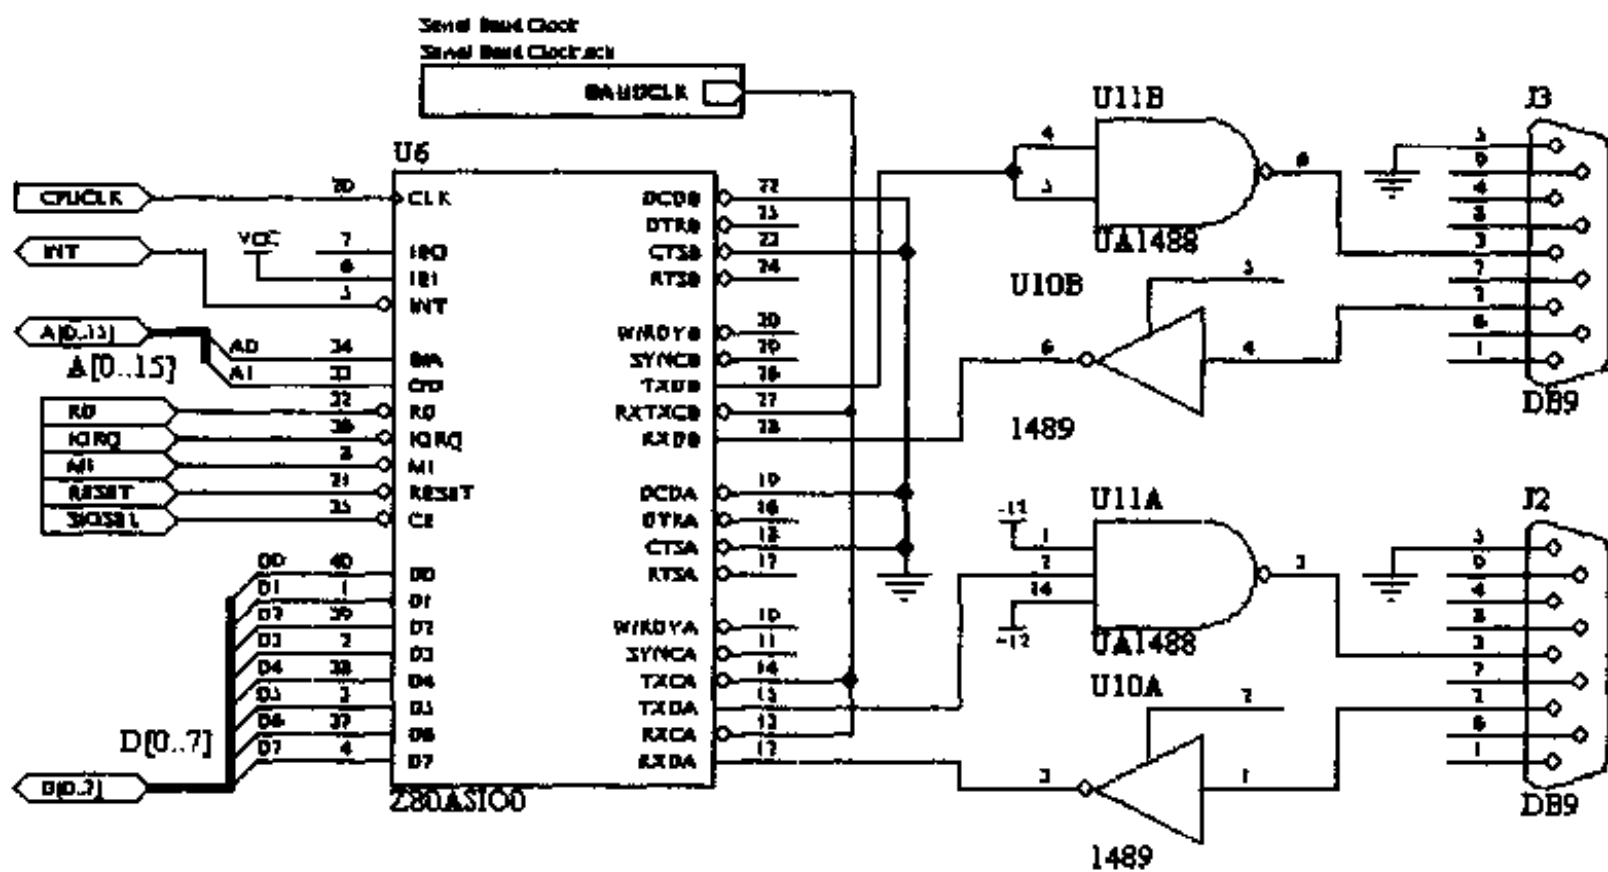
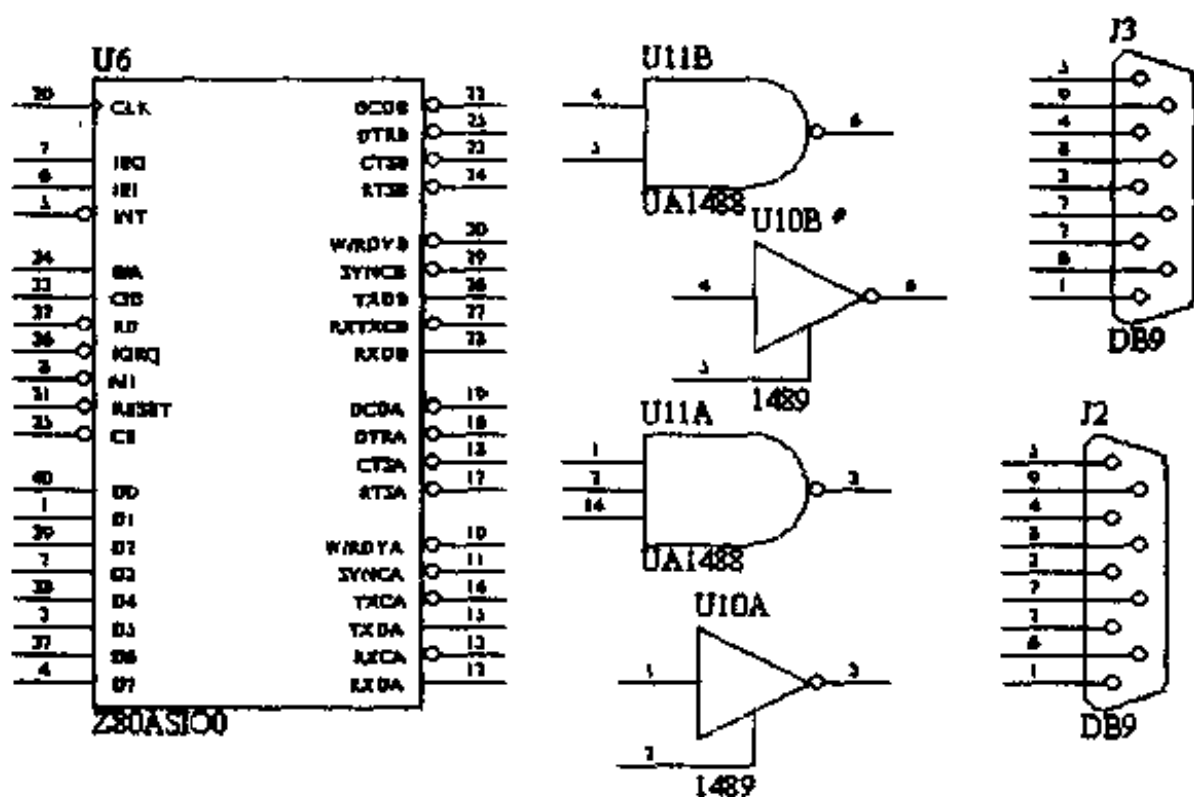

图 2-53 Z80 串口电路图
图 2-54 放置好元件后的绘制结果
通过前面的学习后，下面来绘制一张如图 2-53 所示完整的电路原理图。
(1) 首先将元件库为 Protel DOS Schematic Libraries.ddb 载入系统，装载方法可参照 2.3.2 节关于元件库的载入。
(2) 装载好元件库后，就可以从各元件库中选择所要放置的元件。在绘制图 2-53 电路时，可分别放置元件名为：Z80ASIO0、UA1488、1489、DB9 的元件，并在图纸的合适位置上放置好，如图 2-54 所示。